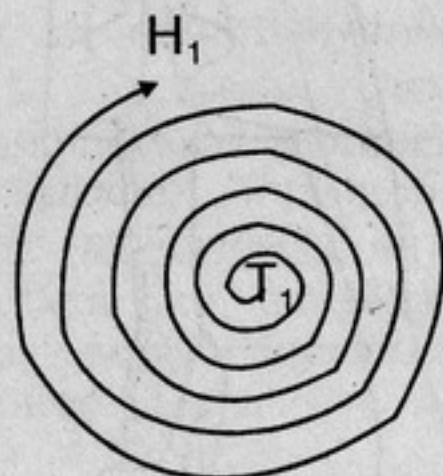

Рис. 124. Выкраивание оборки "кокилье"
6. Моделирование “кокилье”. “Кокилье” выкраивают по спирали (рис. 124). Внутренняя длина всей спирали должна равняться длине среднего шва переда юбки, то есть отрезку T_1H_1 .